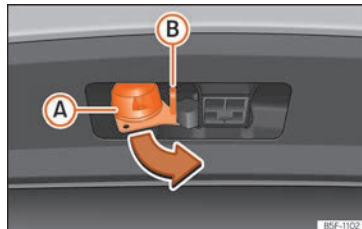

Fig. 177 Faire pivoter le connecteur à 13 broches
- Saisissez le connecteur par la zone (A) et retirez-le dans le sens de la flèche » fig. 177.
- Ouvrez le capuchon du connecteur (A) et connectez la remorque » fig. 177.
- Accrochez le fil de retenue de la remorque dans l'œillet de sécurité » fig. 177 (B). En l'accrochant, le fil de retenue doit s'affaisser dans toutes les positions de la remorque par »